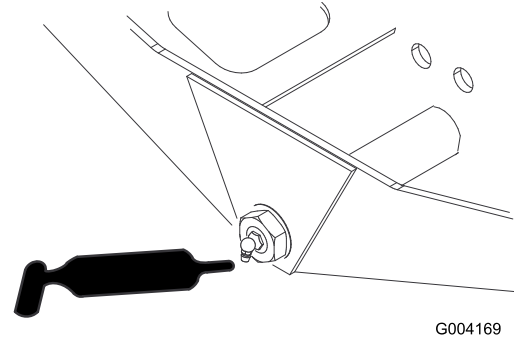

Figura 35
- Pivote de dirección (1) (Figura 35)